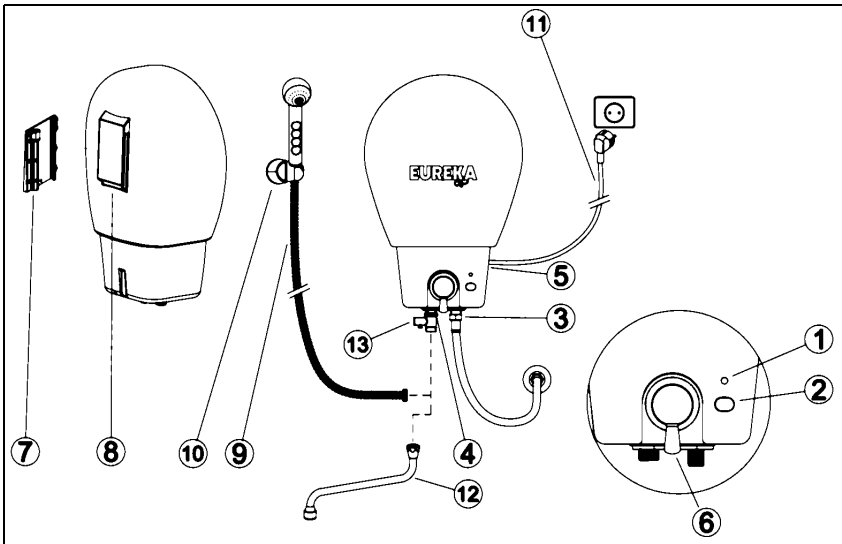
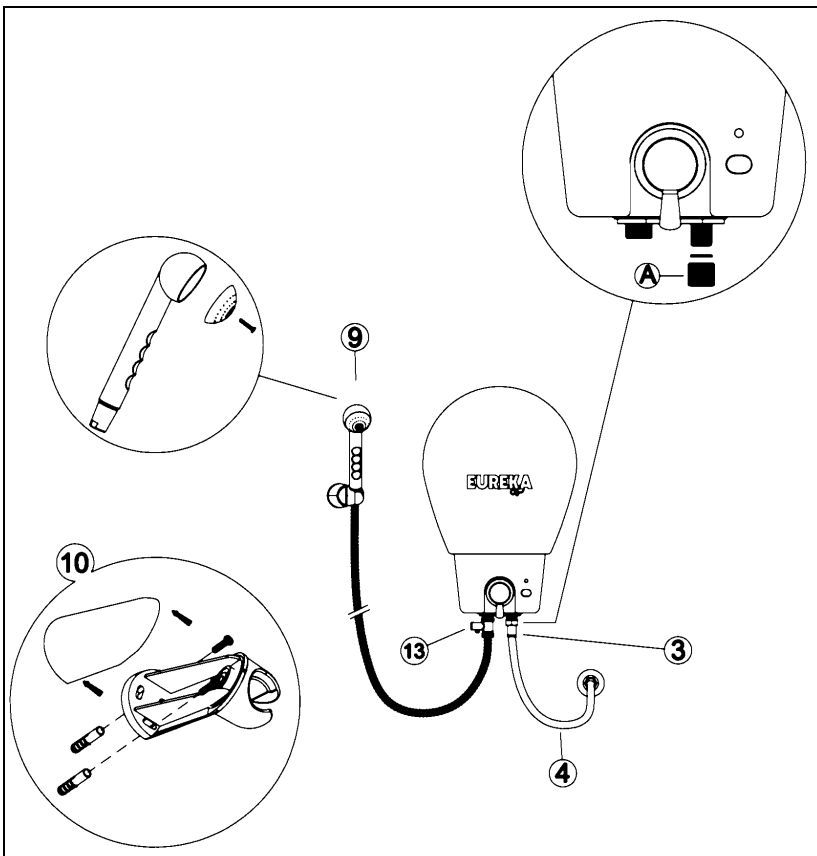

Рис.1
Рис.3
2- подсоединение к системе водоснабжения (рис. 3)
- c) Подсоединить подводящую трубу к входной трубе водонагревателя (3) посредством гибкой подводки (в комплектацию не входит). На подводящую трубку накручен переходник (А) на 1/2" с уменьшенным входным отверстием. Если давление воды на выходе водонагревателя будет недостаточным, то поменяйте его на такой же, но с большим диаметром входного отверстия (входит в комплект поставки).
- e) Подсоединить предохранительный клапан (13) к выходной трубе (4) водонагревателя (см. рис. 1).
- f) Подсоединить гибкий шланг с душевой насадкой (9) или кухонный излив (12) к предохранительному клапану (13), подсоединенному к выходной трубе водонагревателя (4).
- g) Закрепить держатель для трубки душа (10) на стене в желаемом положении (для моделей, в комплектацию которых он входит).
- i) Перевести рукоятку смесителя (6, рис.1) в положение "горячая вода" и открыть воду, потянув на себя ручку смесителя.
3- Подсоединение к электрической сети (рис.1)
ИНСТРУКЦИИ ПО ИСПОЛЬЗОВАНИЮ ВОДОНАГРЕВАТЕЛЯ EUREKA(рис.1)
2- Как пользоваться душем (рис.1)
Помимо этого, следует проводить очистку сетки душевой насадки (9, рис.3) или трубки излива (12, рис.1) всякий раз, как становится заметным наличие отложений накипи, препятствующих свободному стоку воды и создающих опасные перепады давления воды в рабочем баке.